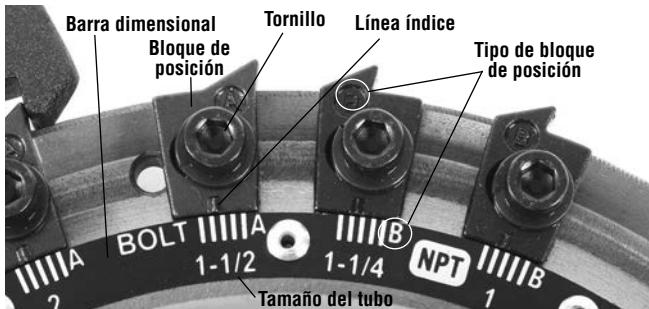

Figura 15 – Ajuste del tamaño de la rosca
- 6 Siempre debe asegurar que el tipo de bloque de posición sea el que corresponde (*Figura 15*).